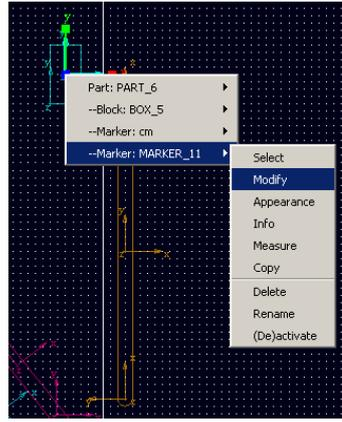

图 5-4 选择属性修改命令
5.2 在所创建的 **MARKER_11** 点上右击鼠标，在弹出的对话框中选--**Marker: MARKER_11**→**Modify**,如图 5-4 所示。